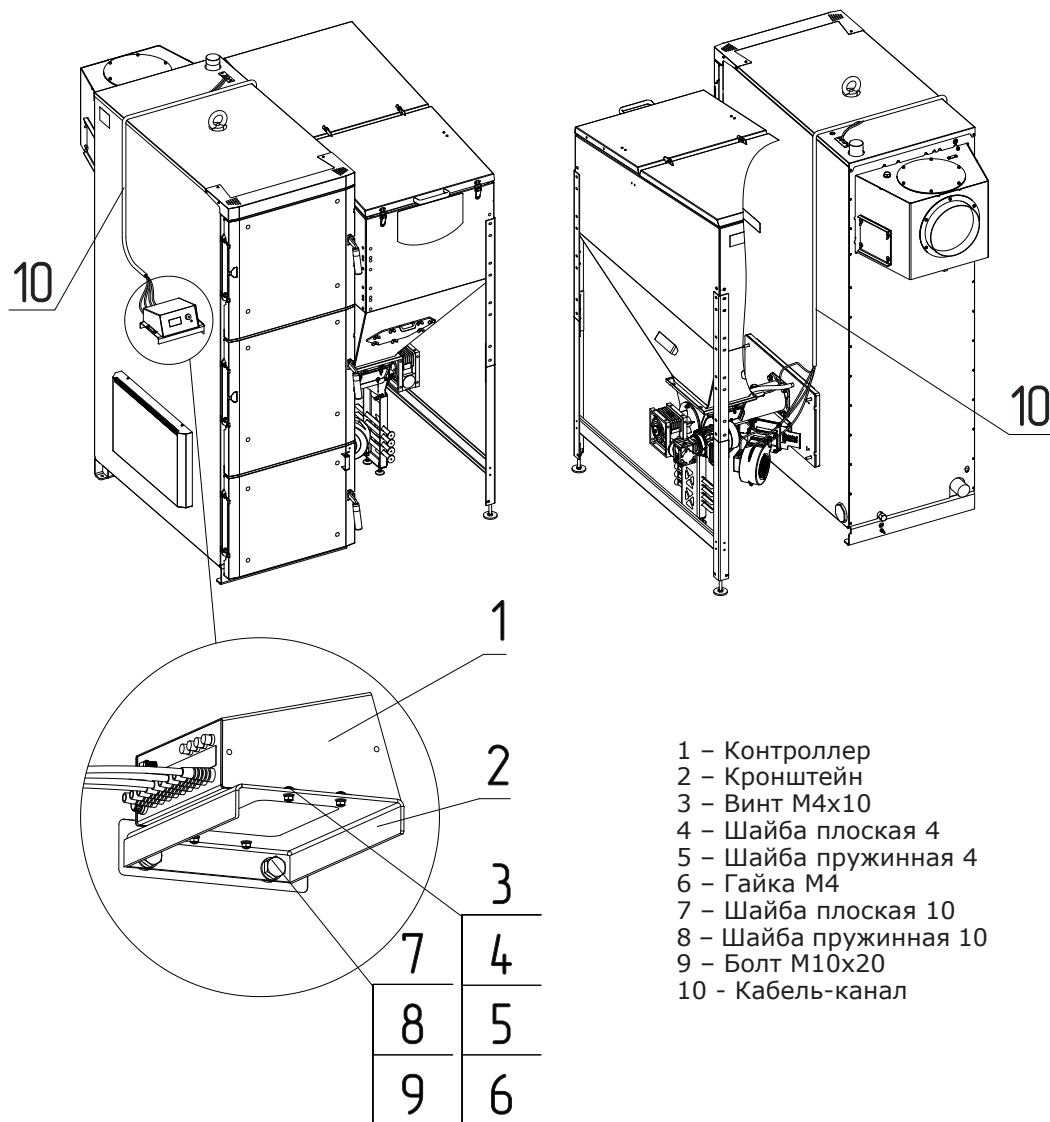

Рис.9.1 Монтаж контроллера для котлов мощностью от 80кВт
5.8.4. Закрепите кабель-канал (Рис.9.1, поз.10), используя отверстие крепления кабелей на корпусе котла в соответствии в рисунком 9.1.